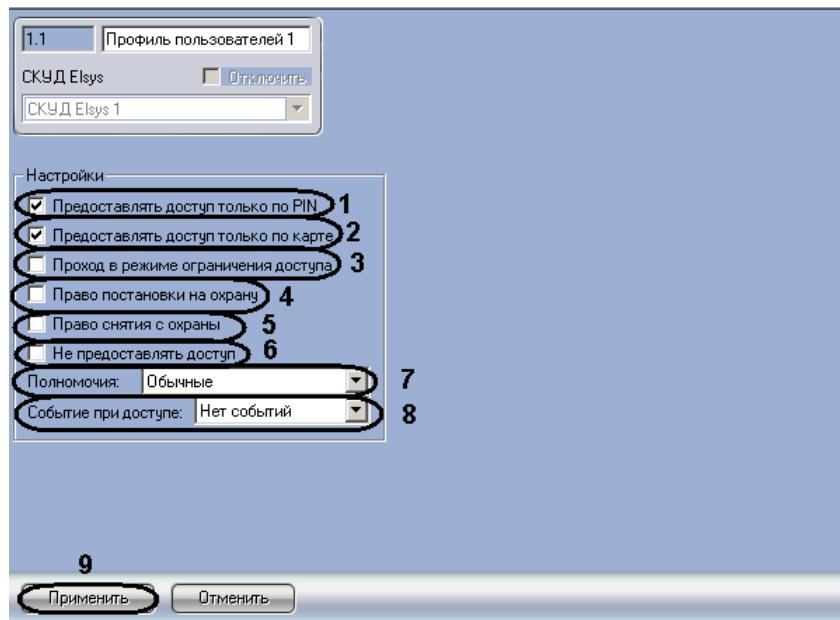

Рис. 3.5-2 Настройка профилей пользователей
- Перейти на панель настроек объекта **Профиль пользователей** (Рис. 3.5-2).
- Установить флагок **Предоставлять доступ только по PIN**, если пользователям с возможностями данного профиля для получения доступа будет достаточно ввести PIN-код без предъявления карты доступа (см. Рис. 3.5-2, 1).
3. Установить флажок **Предоставлять доступ только по карте**, если пользователям с возможностями данного профиля для получения доступа будет достаточно предъявить карты доступа без ввода PIN-кода (см. Рис. 3.5-2, 2).
4. Установить флажок **Проход в режиме ограничения доступа**, если необходимо предоставлять доступ пользователям с возможностями данного профиля, когда считыватель находится в режиме ограничения доступа (см. Рис. 3.5-2, 3).
5. Установить флажок **Право постановки на охрану**, если пользователям с возможностями данного профиля необходимо предоставить право на постановку точек доступа на охрану (см. Рис. 3.5-2, 4).
6. Установить флажок **Право снятия с охраны**, если пользователям с возможностями данного профиля необходимо предоставить право на снятие точек доступа с охраны (см. Рис. 3.5-2, 5).
7. Установить флажок **Не предоставлять доступ**, если необходимо, чтобы пользователям с возможностями данного профиля доступ не предоставлялся (см. Рис. 3.5-2, 6).
8. Из раскрывающегося списка **Полномочия** выбрать уровень полномочий пользователей с возможностями данного профиля (см. Таб. 3.5-1, Рис. 3.5-2, 7).
9. Из раскрывающегося списка **Событие при доступе** выбрать событие, которое будет происходить после предоставления доступа пользователям с возможностями данного профиля (см. Таб. 3.5-2, Рис. 3.5-2, 8).
10. Для сохранения изменений нажать кнопку **Применить** (см. Рис. 3.5-2, 9).